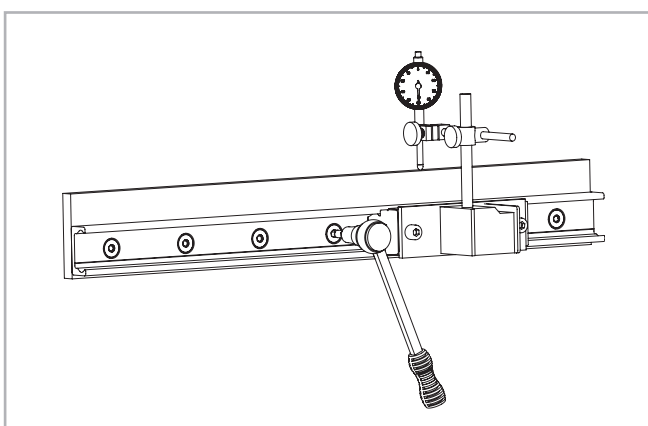

Fig. 105
(2) Montare un comparatore sul cursore in modo da misurare lo spostamento della guida rispetto ad una linea di riferimento. Posizionare ora il cursore al centro della guida e azzerare il comparatore. Muovere il cursore avanti e indietro coprendo di volta in volta la distanza tra due fori e allineare accuratamente la guida. Ora serrare le tre viti al centro di questa zona con la coppia di serraggio prescritta, vedere fig. 105.
(3) Posizionare il cursore ad un'estremità della guida e allineare con attenzione la guida al valore zero del comparatore.